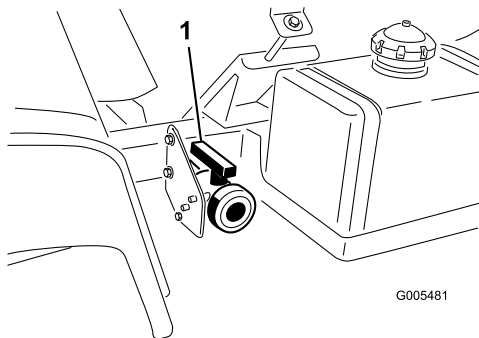

Figura 25
2. La valvola di spurgo del serbatoio è situata sul lato sinistro della macchina (Figura 25). La valvola si trova sul telaio di fronte al serbatoio carburante.